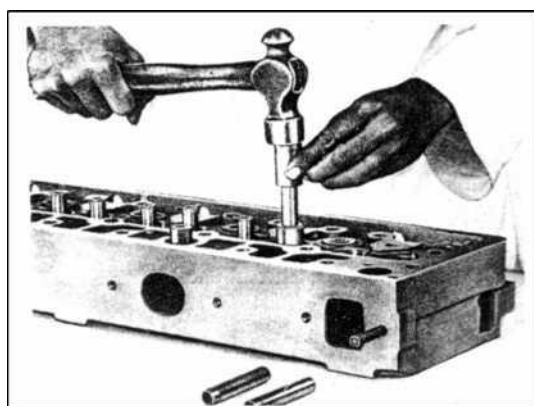

РИС. 90
6) Запрессуйте на втулку клапана бородком 2576 5890 0223 (рис. 90).